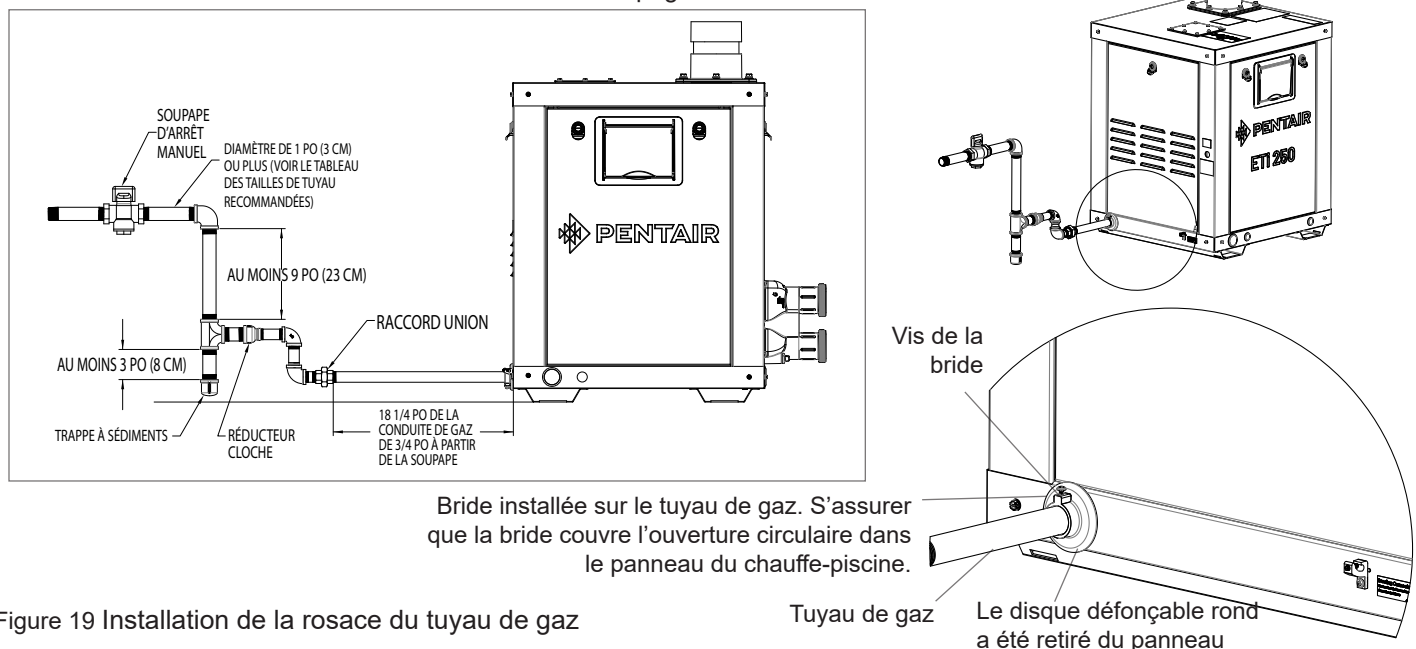

Figure 19 Installation de la rosace du tuyau de gaz
- Lors de l'installation du tuyau de 3/4 po dans la soupape de gaz, placer la rosace du tuyau de gaz sur le tuyau de façon à ce que le plus grand cercle soit face au panneau d'entretien du chauffe-piscine et que le plus petit cercle avec la vis soit orienté du côté opposé au panneau d'entretien (vers le raccord), comme montré à la Figure 19.